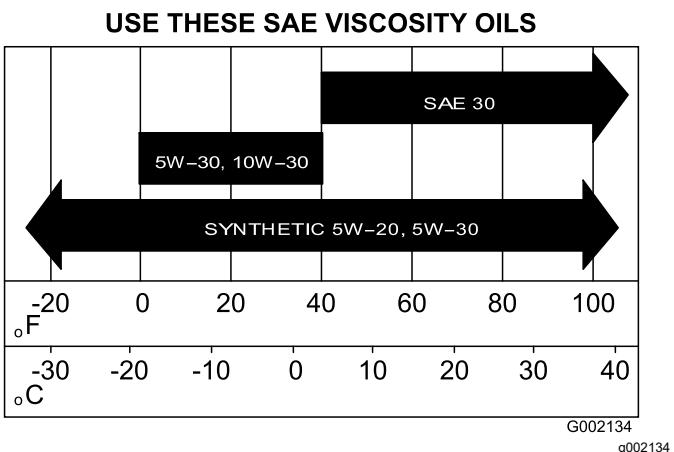

Figura 32
5. Riempite la coppa con l'olio specificato (Figura 32).